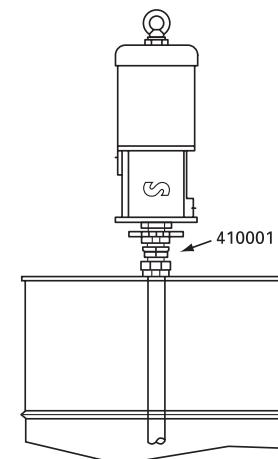

Fig. 2
- a. Mounting with reinforced cover (GRP418026 for 400-lb. drum and GRP418025 for 120-lb. drum). Insert the pump through the cover and fasten it with the enclosed screws. Insert the pump through the bung opening and fasten the cover onto the drum firmly (See Fig. 2).
- a. Montage avec couvercle renforcé (GRP418026 sur fût de 185 Kg et GRP418025 sur tonneau de 50 Kg). Introduire la pompe par le couvercle et la fixer à l'aide des vis fournies. Fixer fermement le couvercle sur le fût/tonneaulet (voir figure2).